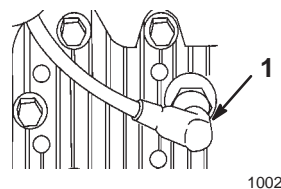

Figure 31
- Débrancher la bougie (Fig. 31).
2. Retirer la bougie (Fig. 31).
3. Retirer la bougie (Fig. 31) et faire tourner le moteur rapidement à l'aide du lanceur pour chasser l'excès d'huile du cylindre.